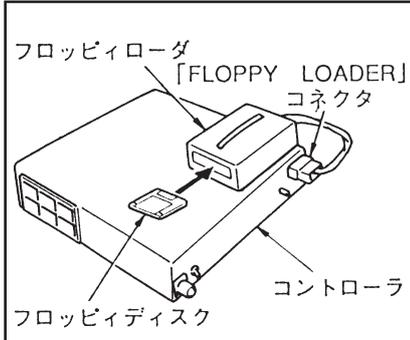

図4-5 接続方法
- ①コントローラの電源を切ります。
- ②図4-5に示すようにフロッピーローダのケーブルコネクタをコントローラの「FLOPPY LOADER」コネクタと接続します。